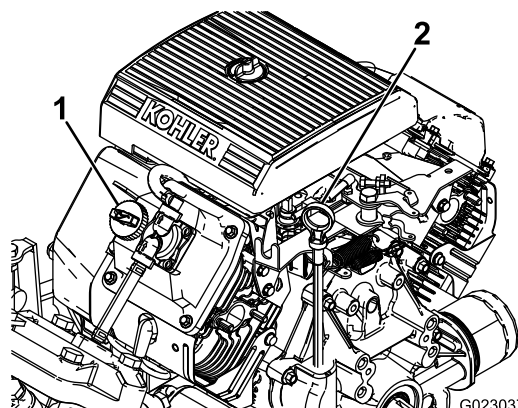

Figura 11
2. Togliete l'asta di livello ed asciugatela con un panno pulito (Figura 11).
4. Se l'olio è insufficiente, togliete il tappo di rifornimento dal coprivalvola (Figura 11) e versate l'olio nel foro finché non raggiunge il segno di PIENO sull'asta; il tipo di olio e la viscosità adatti sono riportati nella sezione Cambio dell'olio motore \(pagina 51\).